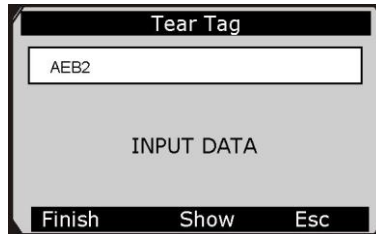

Рисунок 6-11
- 4) Например, для параметра **Tear Tag [Номер талона]** потребуется ввести точную информацию об автомобиле в соответствующее поле окна меню. См. рисунок 6-11.